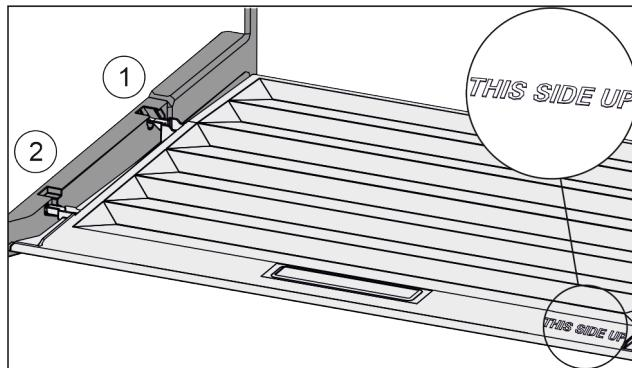

Fig. 61
- Вставить поперечные ребра крышки через отверстие заднего держателя Fig. 61 (1) и защелкнуть спереди в держателе Fig. 61 (2).